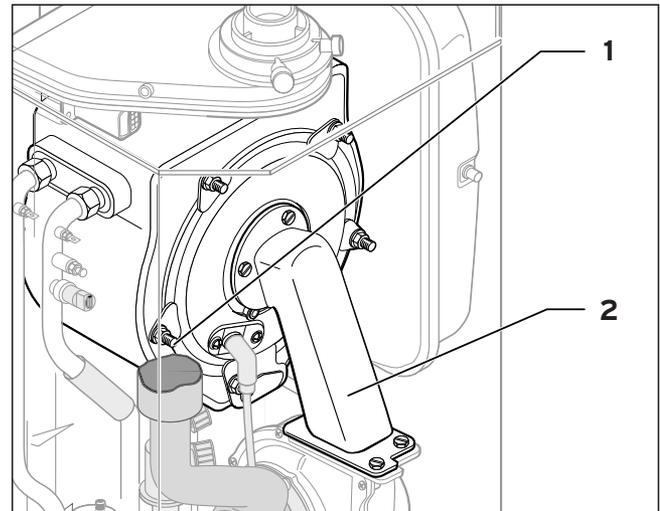

Abb. 8.7 Integral-Kondensations-Wärmetauscher
- Demontieren Sie das Thermo-Kompaktmodul (2, Abb. 8.7), wie unter 7.2.1 beschrieben.